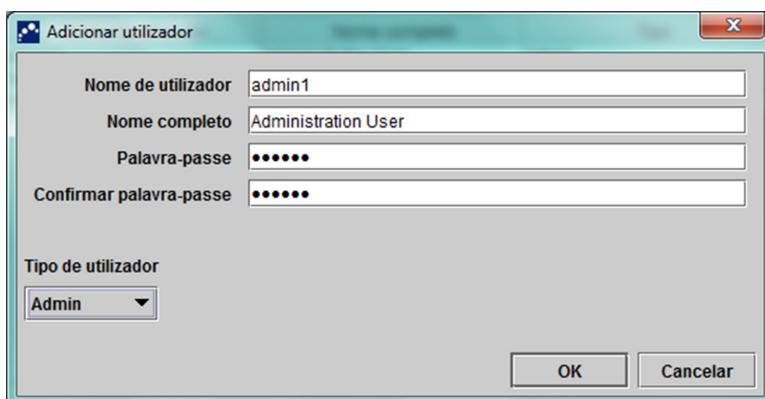

Figura 2-72. Caixa de diálogo Adicionar utilizador
3. Clique em **Adicionar**. É apresentada a caixa de diálogo Adicionar utilizador. Consulte a figura 2-72.